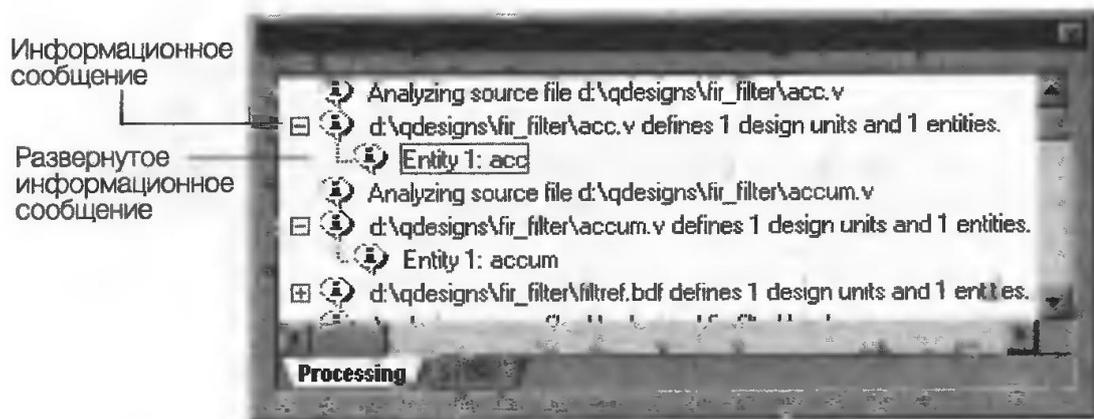

Рис. 3.39
1. В окне **Messages** (сообщения) разверните подкаталог **d:\qdesigns\fir_filter\acc.v**, нажав значок "+", и просмотрите информационное сообщение (рис. 3.39).